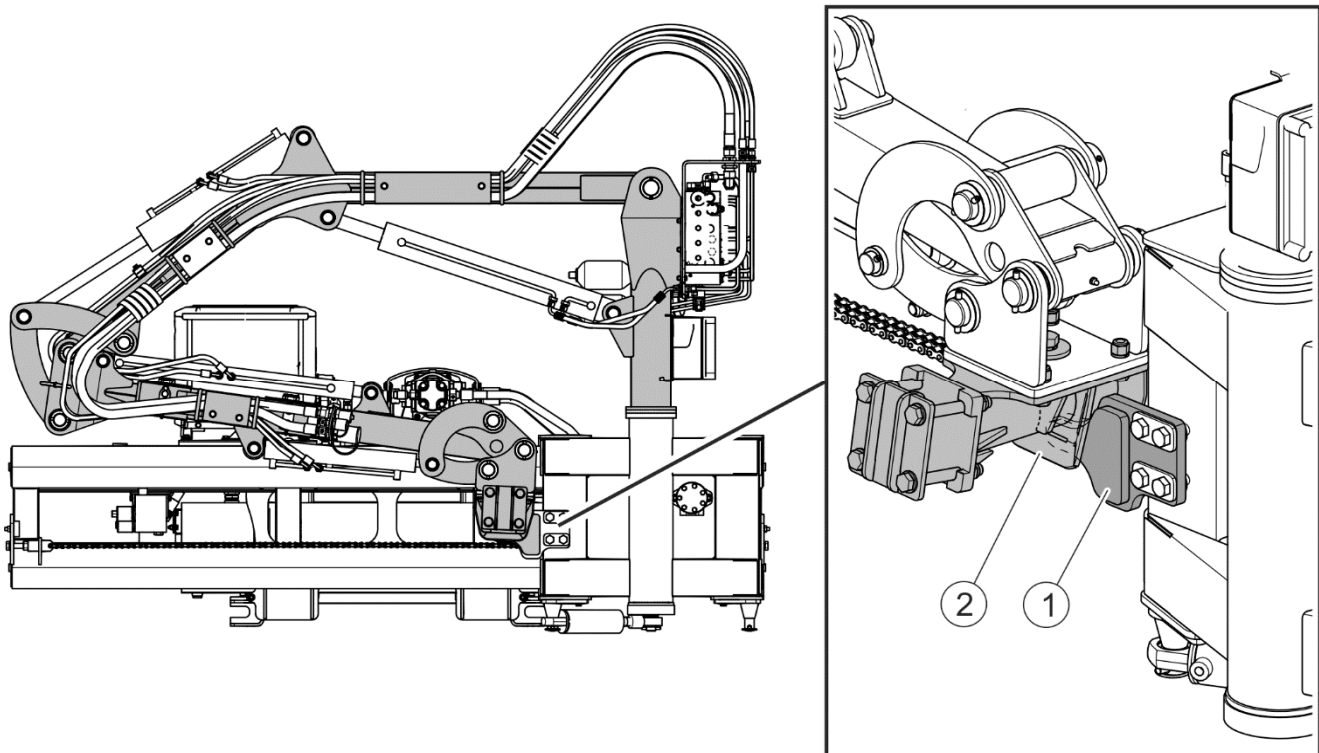

FIGURA 4.9 Poziția de transport al brațului multifuncțional
(1)- conectarea capului; (2)- conectarea capului de lucru
Pentru deplasarea transportului la locul de muncă și înapoi, brațele trebuie pliate în poziția de transport (FIGURA 4.9) în așa fel ca lățimea măsurată a brațului să fie minimă, iar înălțimea este măsurată de la suprafața drumului și să nu depășească înălțimea maximă (4 metri) prevăzute pentru regulile de circulație. În această poziție conectorul capului de lucru (2) este poziționat pe suportul capului (1).